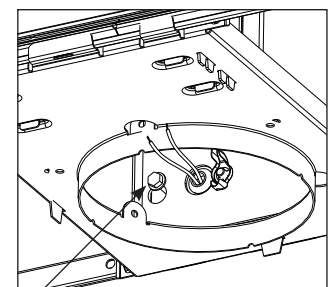

Figura 15
Paso 5. Afloje los tornillos en la placa del impulsador (1 de cada lado). No es necesario quitar los tornillos por completo, un par de vueltas es suficiente para liberar la placa del impulsador (Figura 15).